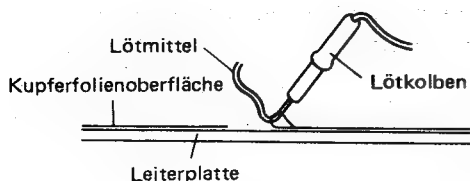

Abbildung 55.
1. Eine Klemme des Chips provisorisch an die Kupferfolienoberfläche anlöten. Siehe Abb. 55.